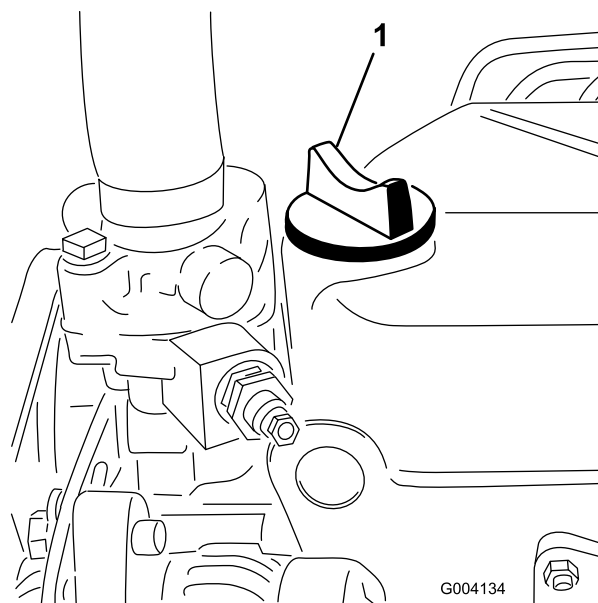

図 31
5. オイルの量が不足している場合は、補給キャップ（図 31）を取り、Full 位置までオイルを補給する。